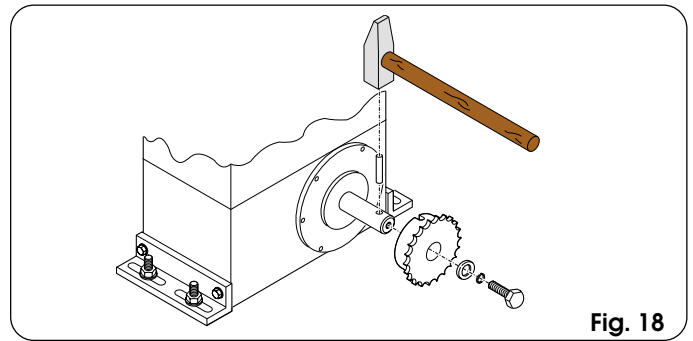

Fig. 18
**4.5.1. MOD. 746 ER CAT (fig. 18 - 19)**